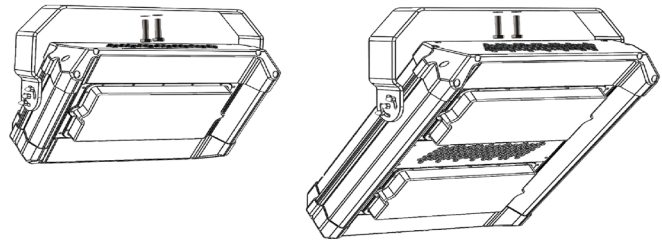

Fig. 1
1. Realiza 2 perforaciones con ayuda de un taladro. (Fig. 1)
2. Atornilla la horquilla (tornillería no incluida). (Fig. 1)